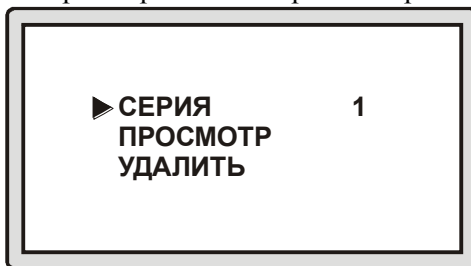

Рис. 9 Подменю «ГРАФИК»
7.1.3.2 Подменю «**ДАнные\ГРАФИК**» (рис.9) предназначено для визуального просмотра сохраненной серии измерений.